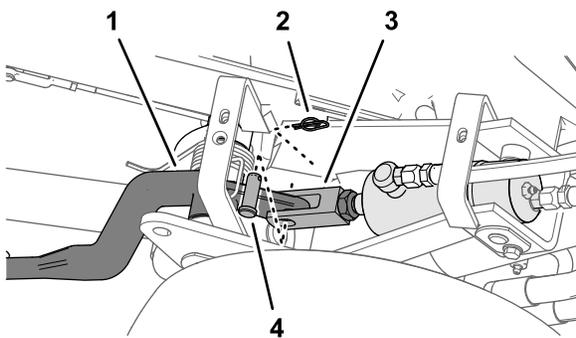
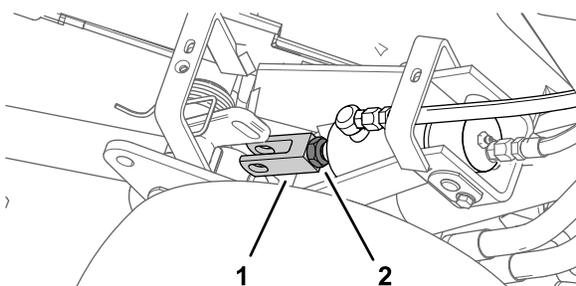

Figure 52
Figure 53
3. Desserrez le contre-écrou qui fixe la chape au vérin de l'unité de coupe que vous devez régler (Figure 52).
4. Déposez la goupille de fixation et l'axe de chape (Figure 52)
5. Tournez la chape pour obtenir la hauteur voulue (Figure 53).
6. Montez la chape sur le bras de levage avec l'axe de chape et la goupille de fixation, et serrez l'écrou de blocage (Figure 52 et Figure 53)